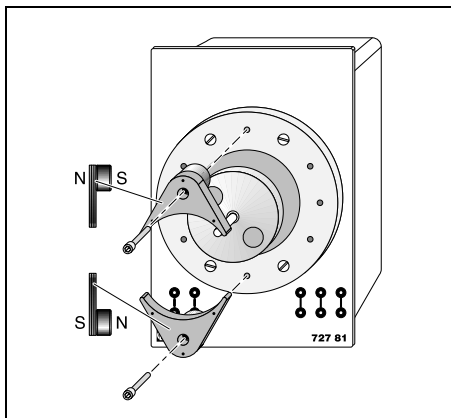

Fig. 4
- Scheibenmagnete mit ungleichen Polseiten jeweils auf die metallblanke Seite eines Magnetpolschuhes heften und Schrauben gemäß Fig. 4 durch die Bohrungen stecken.
- Attach the disk magnets with different poles down on the bare-metal side of a pole piece with magnet and insert the screws in the holes as shown in Fig. 4.